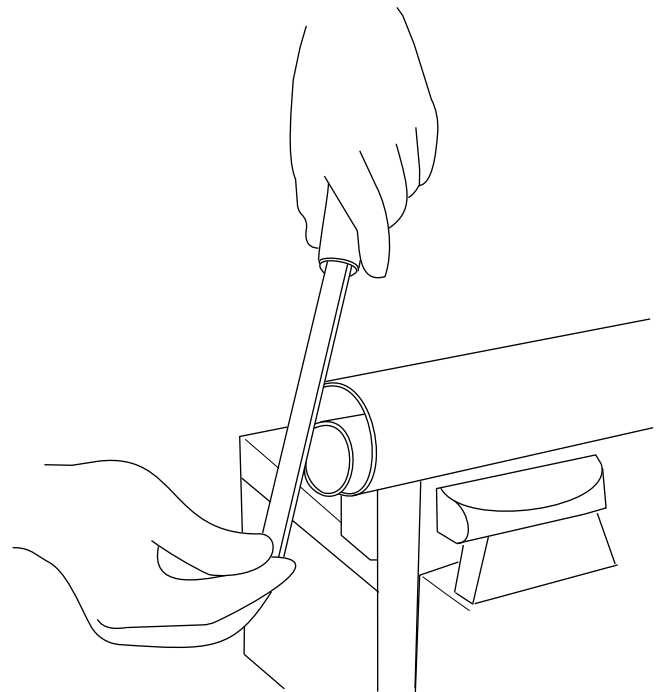

Figura 15
- 8. Quite las rebabas de los extremos de las secciones (Figura 15).